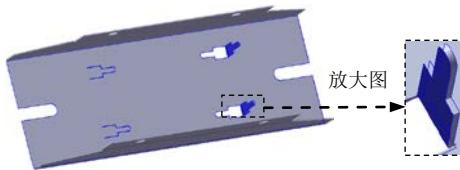
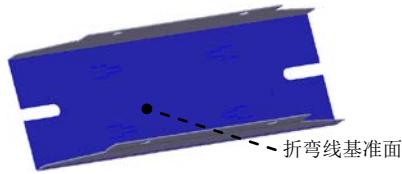

图 11.2.37 绘制的折弯 5
图 11.2.38 折弯线基准面
- (4) 单击 按钮，完成镜像 3 的创建。
Step15. 创建图 11.2.37 所示的钣金特征——绘制的折弯 5。
- (1) 选择命令。选择下拉菜单 **插入(I)** → **钣金(O)** → **绘制的折弯(S)...** 命令 (或单击“钣金”工具栏上的“绘制的折弯”按钮)。
- (2) 定义特征的折弯线。
- (①) 定义折弯线基准面。选取图 11.2.38 所示的模型表面作为折弯线基准面。